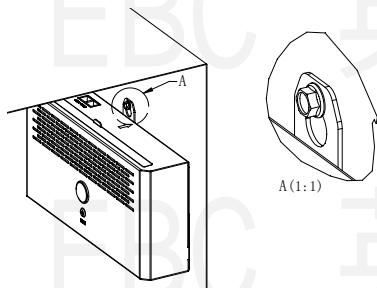

图 4.5 安装螺钉旋紧状态示意图
- 4) 将消毒机挂在安装螺钉上。并用活动六角扳手将自攻螺钉旋紧，如图 4.5。